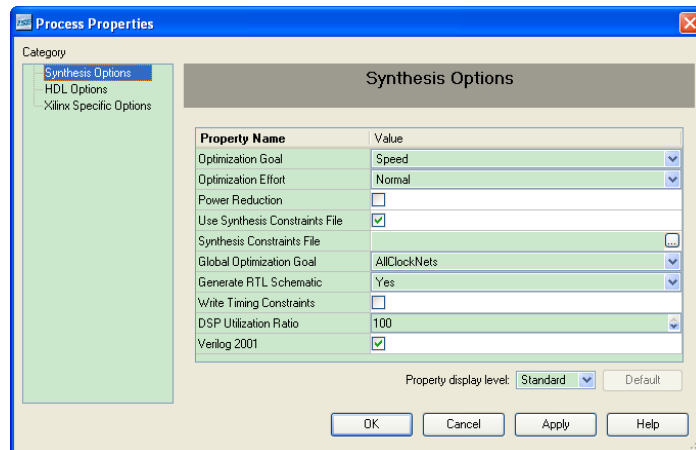

图 2.22 XST 综合属性设置对话框
- (3) 打开“Process Properties”对话框后,可以看到在“Category”窗口中有 3 个选项:“Synthesis Options”、“HDL Options”和“Xilinx Specific Options”,如图 2.22 所示。
(4)选择“Synthesis Options”,可以看到如图 2.22 所示的界面,在这里主要需要设置的是“Optimization Goal”和“Optimization Effort”这两个选项。